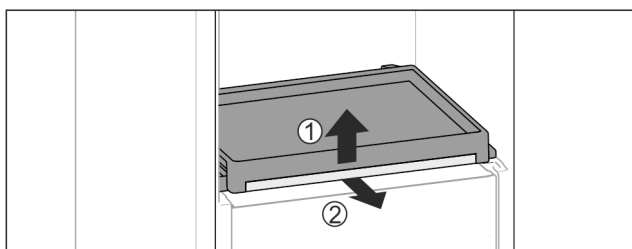

Fig. 31
- Rimuovere il ripiano estraibile con ripiano di vetro: sollevare leggermente in avanti il ripiano di vetro Fig. 31 (1) e tirarlo in avanti Fig. 31 (2).